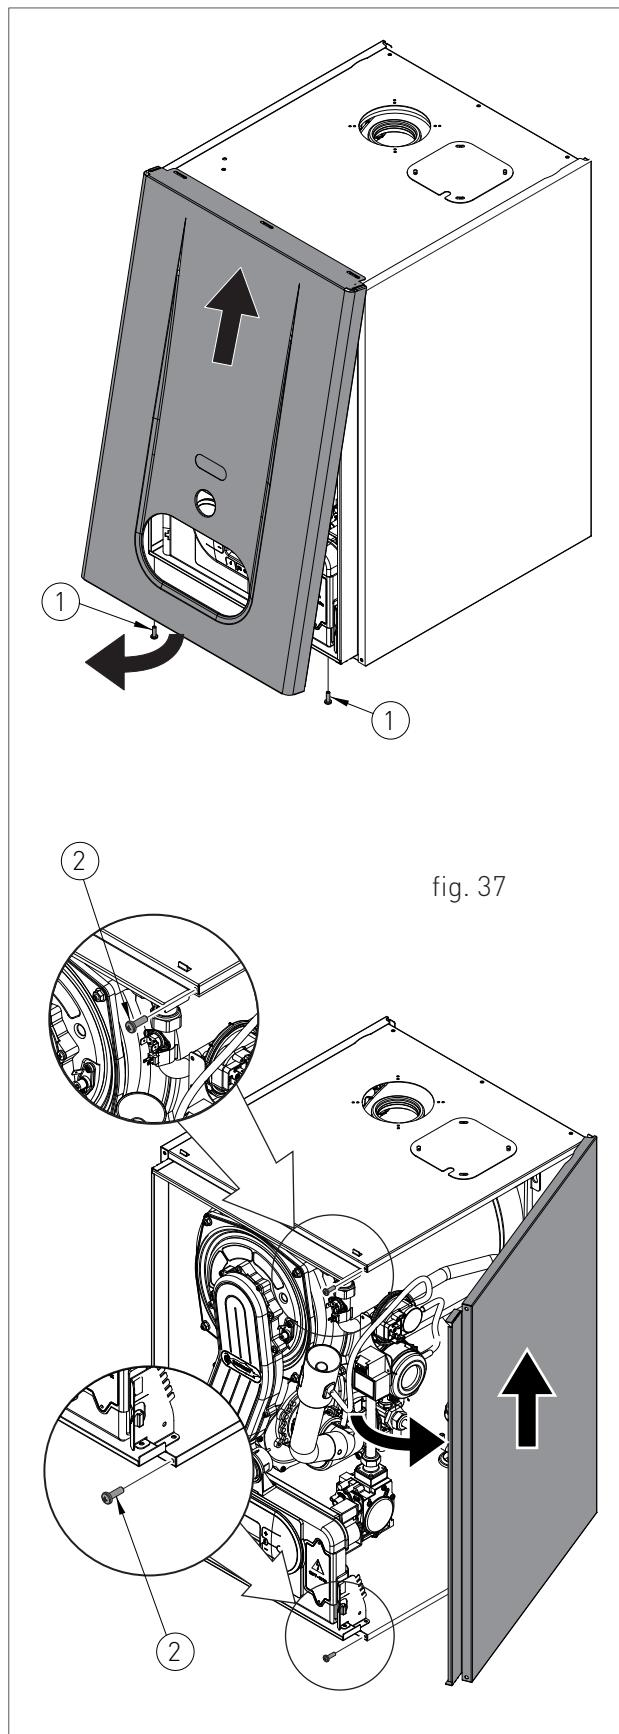

fig. 37
- › Retirer les vis de fixation (1 - fig.37) placées sur l'angle inférieur du panneau avant ;
- › Saisir le panneau avant du fond et l'enlever en le tirant vers soi et puis vers le haut (voir fig. 37).
- › Retirer la vis de fixation (2 - fig.37) placée sur l'angle frontal du panneau latéral;
- › Saisir le fond du panneau et l'enlever en le déplaçant latéralement et puis en le tirant vers le haut (voir fig. 37).